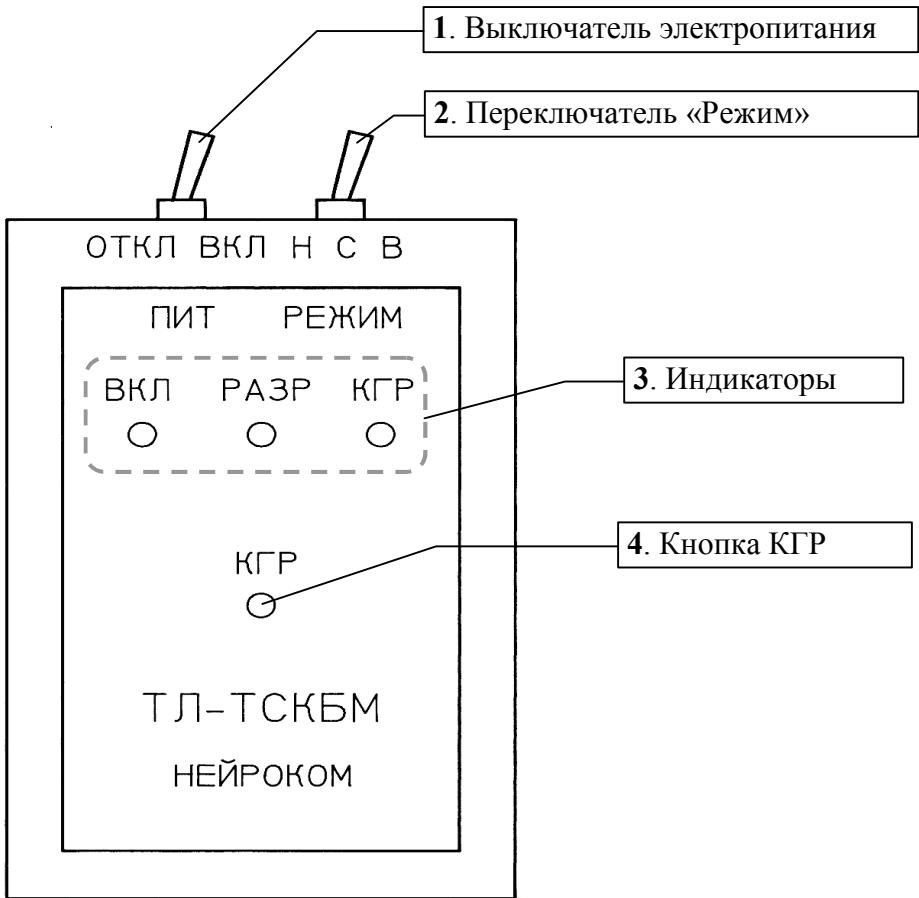

Рисунок 1 - Внешний вид прибора ТЛ-ТСКБМ.
1.3.1 Прибор ТЛ-ТСКБМ конструктивно выполнен в пластмассовом корпусе, в котором предусмотрено место для размещения элемента электропитания — батареи 1604/9V «Крона». Внешний вид прибора ТЛ-ТСКБМ приведен на рис. 1. Наименование изделия и наименование предприятия-изготовителя находятся на передней стороне корпуса. Заводской номер прибора нанесен на задней стороне корпуса.